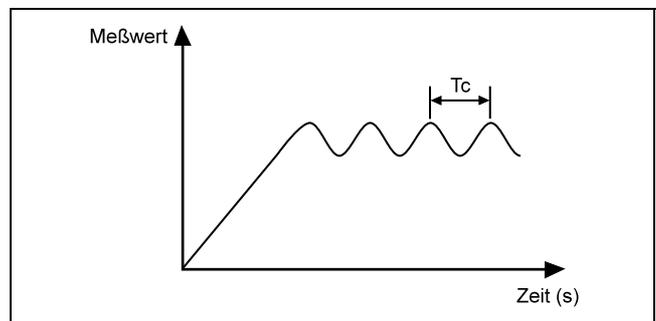

Bild 5
4. Periodendauer T_c der Schwingung in Sekunden messen (siehe Bild 5).